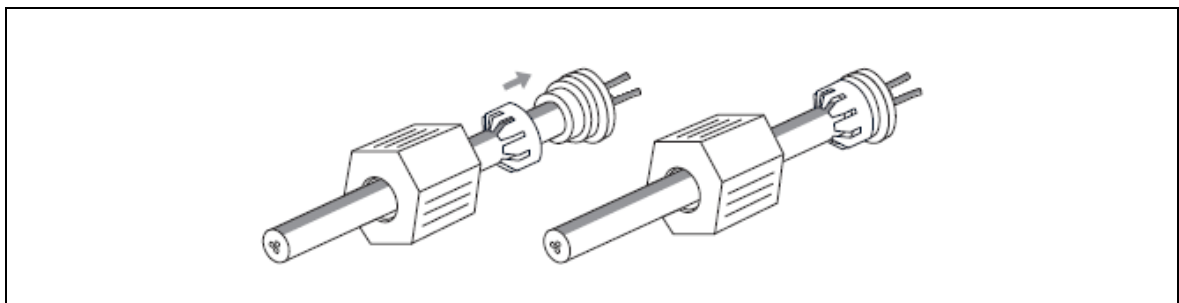

Abbildung 12 Montage des QUICKON® Schnellverbinders (2)
- 3 Schieben Sie den Dichtgummi bis zum Isolationsrand und danach die Krone auf den Dichtgummi. Dadurch wird die Zugentlastung für die Leitung hergestellt (siehe Abbildung 12).